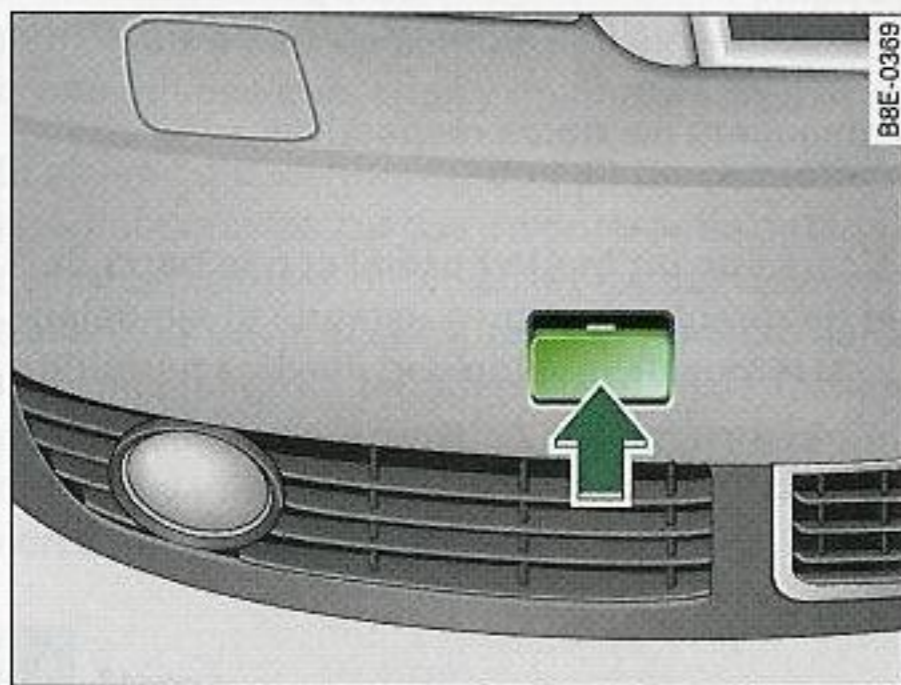

Fig. 260 Parachoques delantero: Tapacubierta
- Haga presión sobre las esquinas inferiores de la tapacubierta ⇒ fig. 260.